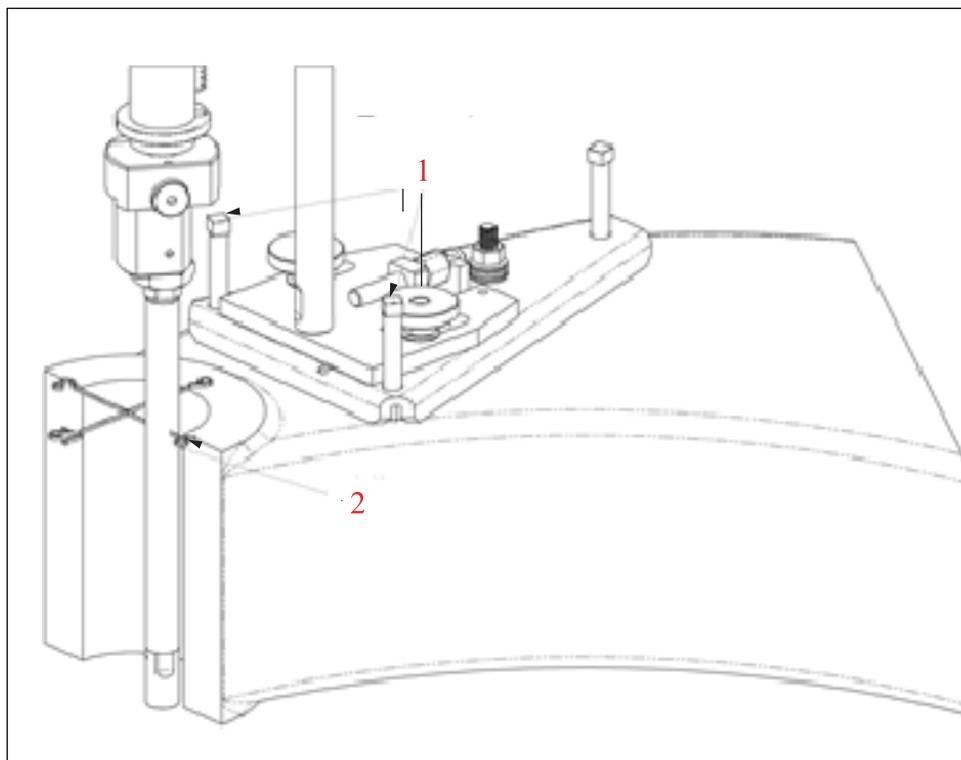

РИС. 3-5. ВЫРАВНИВАНИЕ ПО ПОЛОЖЕНИЮ 9 ЧАСОВ
4. Отрегулируйте винтовые расширители на регулируемом основании (см. рис. 3-5) до необходимого положения, чтобы удлинитель располагался параллельно отверстию.